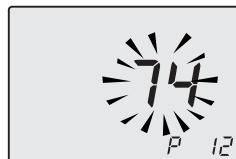

Figura 7.15
- Scorrere i vari parametri utilizzando i tasti 18 o 19 fino a far apparire sul display LCD le lettere **P12** e il valore del parametro (100=M260.1616 SV/T, 74=M260.2025 SV/T o 84=M260.3035 SV/T), indicanti l'entrata nel "parametro 12" (Figura 7.15).